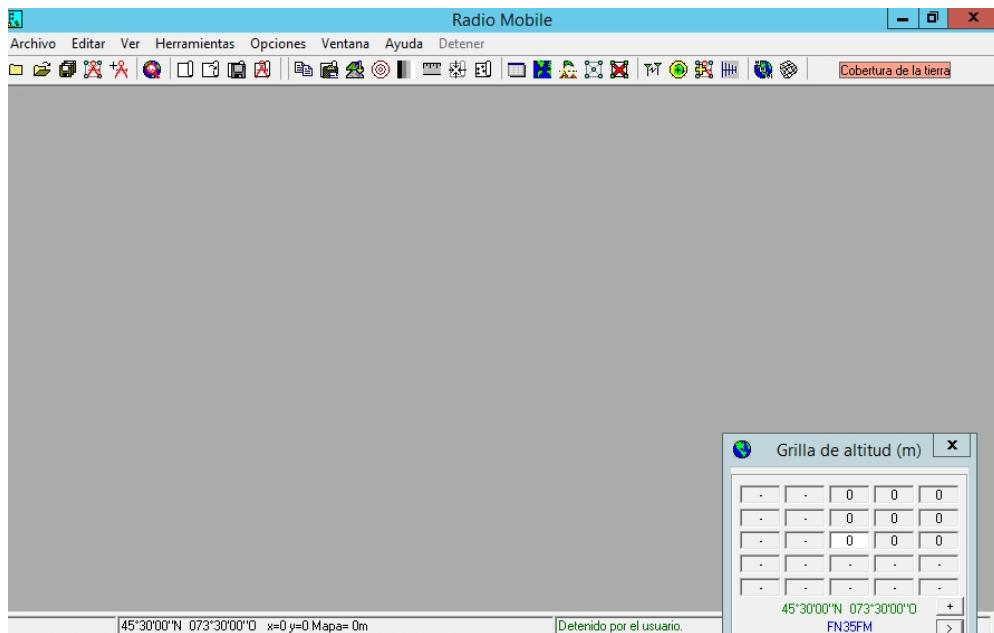

Figura 2: Panel frontal de Radio Mobile.
4. Para acceder al software, deberá buscar el archivo ejecutable llamado **rmwspa** y con doble click la herramienta abrirá y deberá visualizar el panel frontal mostrado en la figura 2.